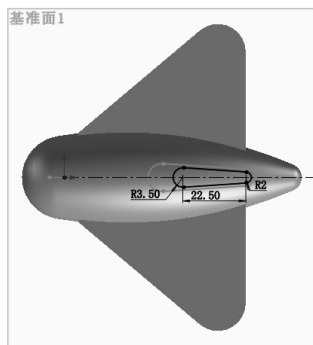

图 9-112 标注草图尺寸 1
9) 绘制放样草图 2。在左侧 FeatureManager 设计树中用鼠标选择“基准面 1”，作为绘制图形的基准面；单击“草图”控制面板中的 $\text{↗}$ （直线）按钮、 $\text{○}$ （圆）按钮和 $\text{✂}$ （裁剪）按钮，绘制图 9-112 所示的草图并标注尺寸。